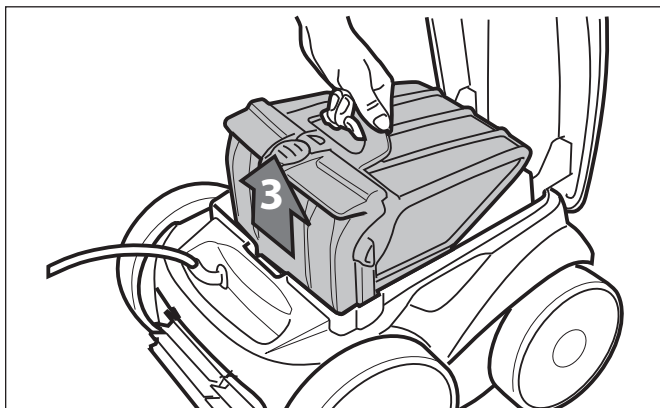

Figure 21. Retirer le filtre
6. Enlever le filtre du corps (3), comme illustré à la Figure 21.